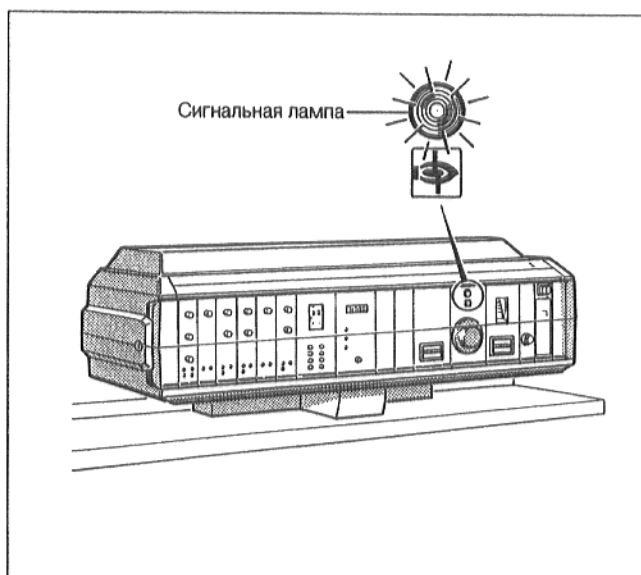

рис. 5
- В случае, если на устройстве регулирования горит сигнальная лампа (рис. 5), задействовать кнопку подавления помех на автомате розжига горелки.